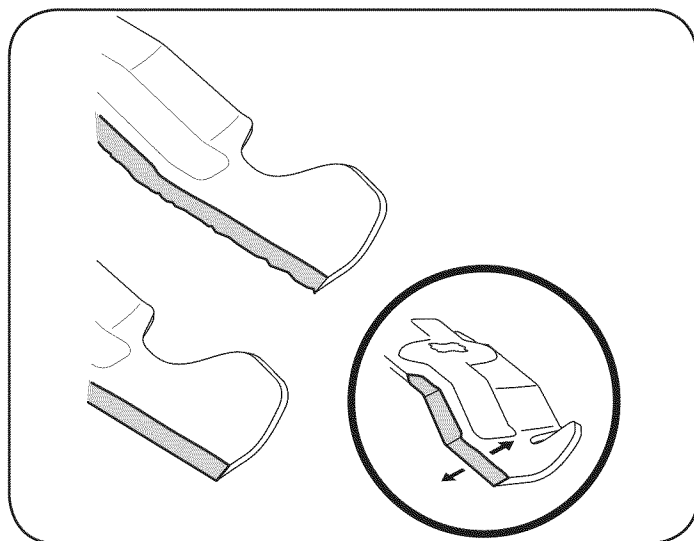

Figura 18
4. Para afilar las cuchillas de corte correctamente, extraiga cantidades iguales de metal de ambos extremos de las cuchillas a lo largo de los bordes cortantes, paralelo al borde de caída, a un ángulo de 25° a 30°. Afile siempre cada borde de las cuchillas de corte de forma pareja para mantener un equilibrio adecuado entre las mismas. Vea la Figura 18.